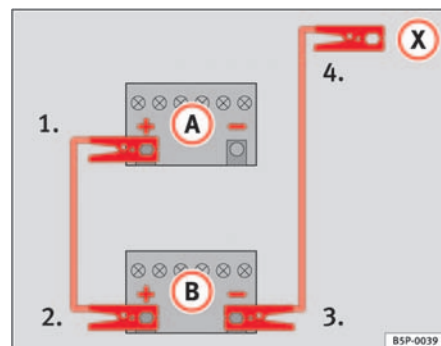

Fig. 194 Esquema de conexión de los cables de emergencia
En la ⇒ fig. 194 **A** representa a la batería sin carga y **B** a la batería con carga.
- 1. Emborne un extremo del cable de emergencia rojo al polo positivo ⇒ fig. 194 (+) del vehículo con la batería descargada ⇒ ⚠.
- 4. Emborne el otro extremo del cable negro de emergencia (X) a una pieza de metal maciza unida al bloque motor o al mismo bloque motor del vehículo con la batería descargada, lo más alejado posible de la batería ⇒ ⚠.